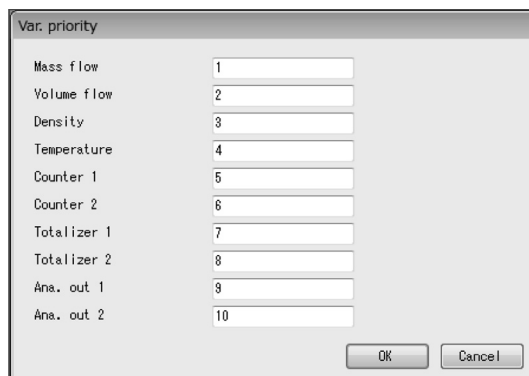

図73
- ① メニューの「Setup(S)」をクリックし、「LCD」のドロップダウンリストの中から、「Var. priority」を選び再度クリックします。
- ② 次のウィンドウ(図73)が表示されます。ここではLCDに表示する計測値の順番を設定します。